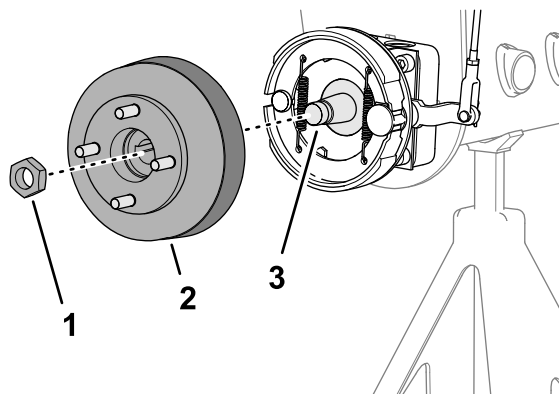
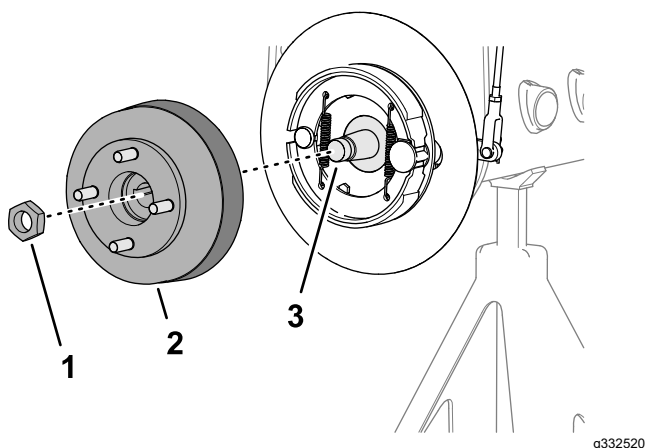

Figura 61
Figura 62
1. Remova a porca de bloqueio que prende o cubo ao eixo do motor da roda (**Figura 61** ou **Figura 62**).
4. Utilize o extrator do cubo das rodas para remover o cubo das rodas e tambor dos travões do veio do motor das rodas (Figura 61 ou Figura 62).